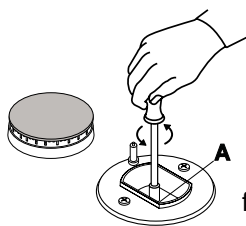

fig.7
- svitare gli ugelli (fig.7), servendosi di una chiave a tubo da 7 mm. e sostituirli con quelli adatti al nuovo tipo di gas (vedi tabella 1 "Caratteristiche dei bruciatori ed ugelli").